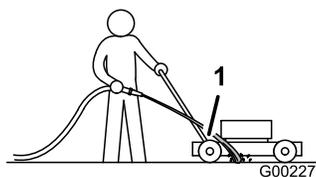

Figura 20
3. Mantenha a mangueira ligada ao nível da pega e direcione a água para fluir para o solo mesmo em frente da roda traseira direita (Figura 20).